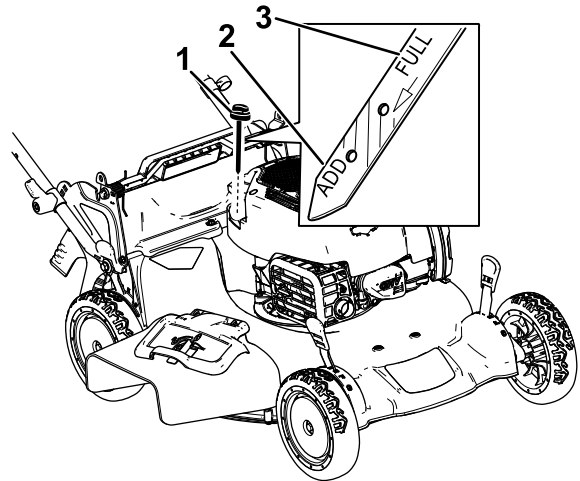

Figura 28
3. Girate il tappo in senso antiorario ed estraete l'asta di livello (Figura 28).
10. Controllate il livello dell'olio sull'asta (Figura 28).